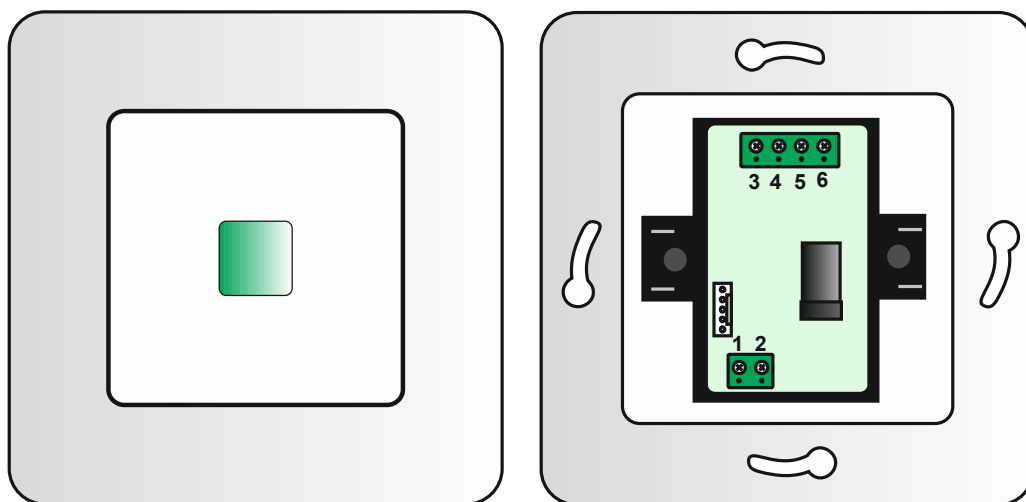

Рисунок 2. Внешний вид кнопки вызова KBC-01L/KBC-01L.S
- соединить кнопку вызова КВС-01L.S с кнопкой вызова КВС-01L соединительным кабелем с 5 Pin разъемами, установив разъемы кабеля в ответную часть на печатных платах кнопок. Для подачи напряжения питания на кнопку вызова КВС-01L.S двумя проводами соединительного кабеля необходимо соединить одноименные винтовые клеммы 1 и 2 на печатных платах кнопок вызова (см. рисунок 2).